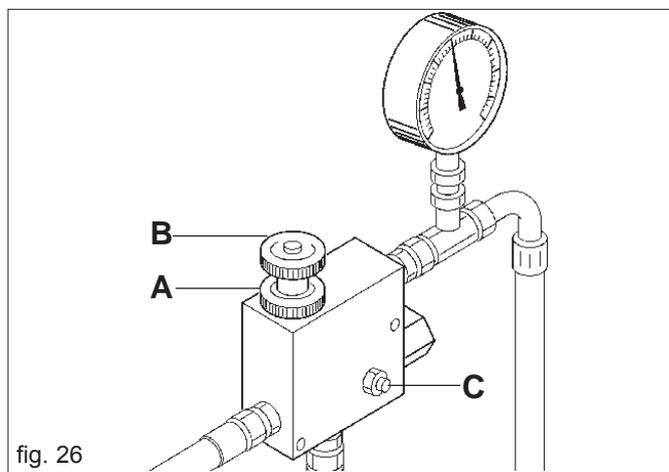

fig. 26
Si vous voulez augmenter la vitesse de rotation de la turbine pour le semis de semences plus lourdes agir avec grande prudence en opérant comme suit (Fig. 26):
- a) desserrer le collier de serrage (A Fig. 26);
- b) tourner en sens horaire ou contraire le volant (B) pour diminuer ou augmenter la pression et par conséquent le nombre de tours de la turbine.
**Il est interdit pour quelque motif que ce soit de toucher à la vis (C Fig. 26) car cela pourrait provoquer la rupture du moteur ou de la pompe.**